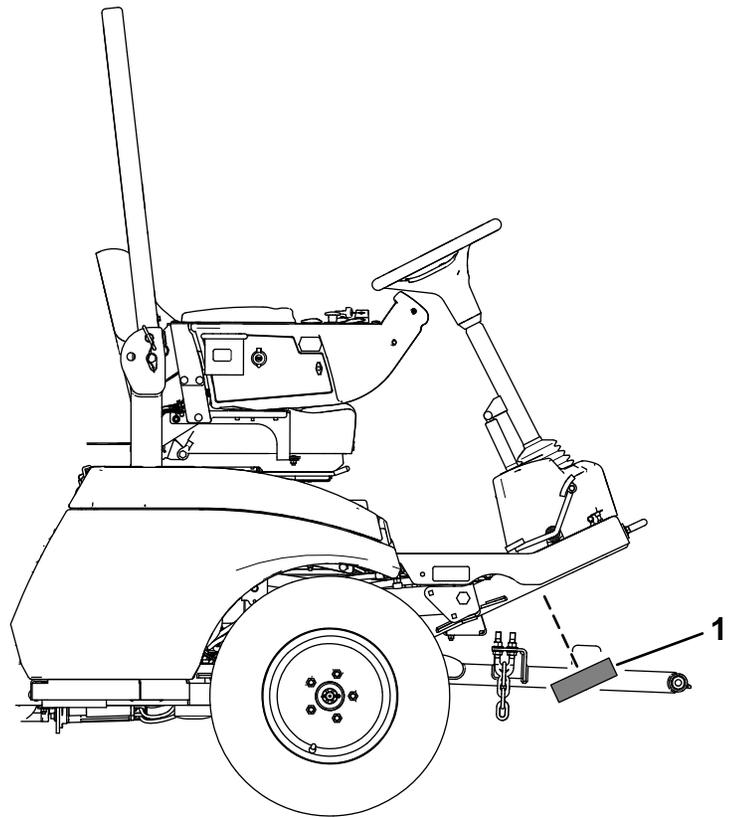

Figure 37
- Montez la plaque sur le cadre (Figure 37).